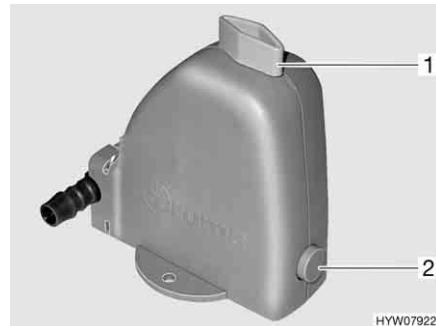

Fig. 81 Valvola di sicurezza/di scarico
- Chiudere la valvola di sicurezza/di scarico (Fig. 81). A tal fine ruotare la manopola (Fig. 81,1) verticalmente rispetto alla valvola di sicurezza/di scarico e premere verso l'interno il bottone automatico (Fig. 81,2). Con temperature inferiori a 6 °C non è possibile chiudere la valvola di sicurezza/di scarico.